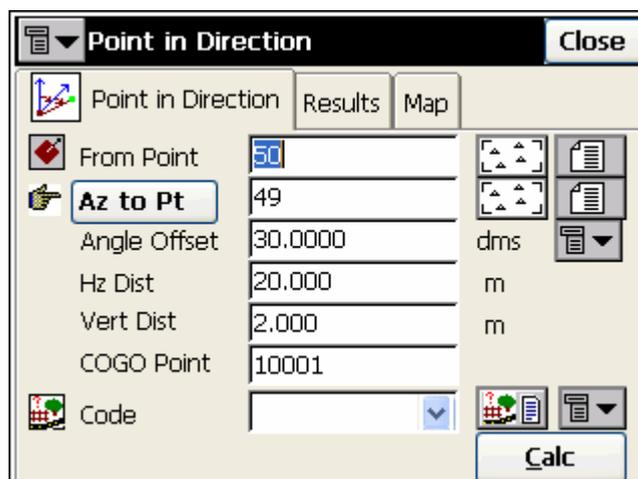

Рисунок 8-5. Прямая геодезическая задача
1. В поле From Point (Из точки) введите имя известной точки, значение направления, определяемое через азимут или как направление на некоторую другую известную точку, угловое смещение относительно этого направления, горизонтальное проложение и превышение. Введите также имя и код искомой точки (рис. 8-5).